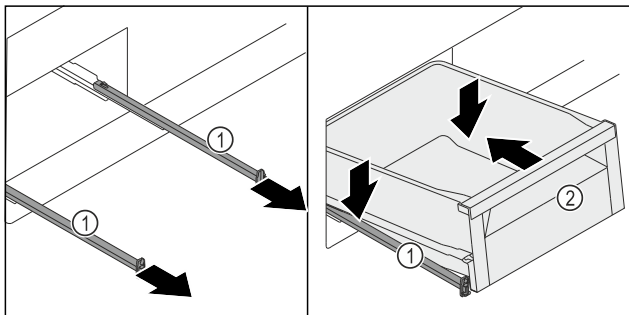

Fig. 123
- ▶ Izvlecite vodila. Fig. 123 (1)
- ▶ Držite vodila Fig. 123 (1) in predal Fig. 123 (2) postavite diagonalno na vodila Fig. 123 (1) od zgoraj.
- ▶ Predal Fig. 123 (2) potisnite nazaj po vodilih Fig. 123 (1) do konca.